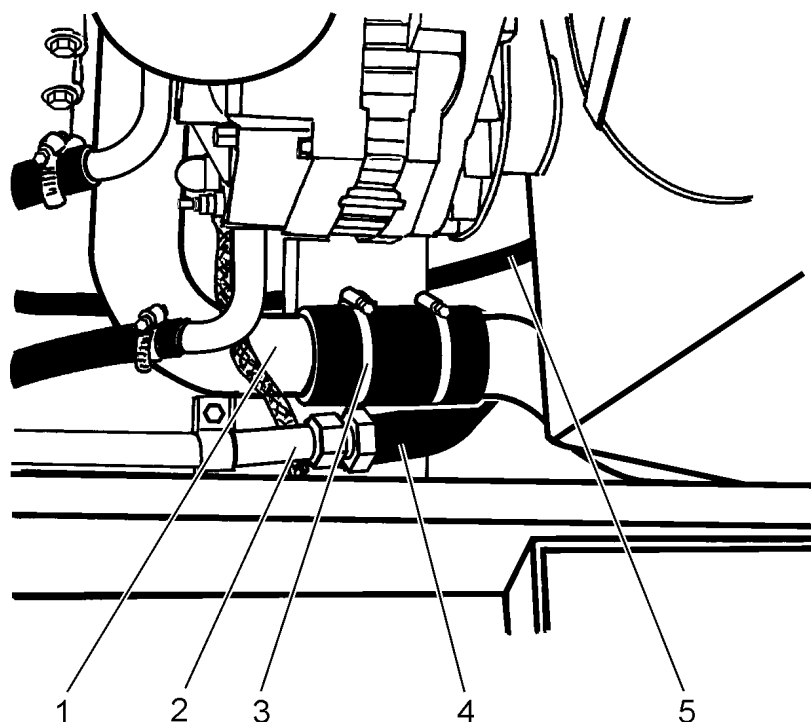

Рис. 6.4. Трубопроводы и шланги узла радиатора (правая сторона)
10. Ослабить стяжной хомут (3, Рис. 6.4.) и снять жесткий трубопровод (1).
11. Отсоединить шланг (4, Рис. 6.4.) от жесткого маслопровода (2) жидкостно-масляного радиатора с обеих сторон рамы машины.
12. Отсоединить сливной шланг (5, Рис. 6.4.) от нижнего бачка радиатора.
4. Установить и прикрепить гибкий трубопровод (5, Рис. 6.4.) к нижнему бачку радиатора.
5. Установить и прикрепить гибкий трубопровод (4, Рис. 6.4.) к маслопроводу (2) жидкостно-масляного радиатора трансмиссии с обеих сторон машины.
6. Установить жесткий трубопровод (1, Рис. 6.4.). Затянуть стяжной хомут (3).